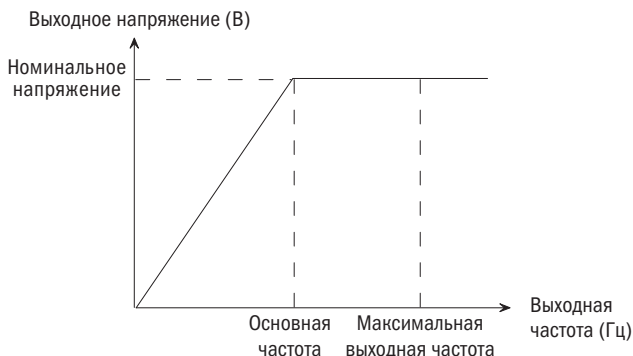

Рисунок 5-1. Соотношение между выходной частотой и выходным напряжением
- Основная частота F_{BASE} представляет собой минимальную выходную частоту, когда выходное напряжение преобразователя частоты равно номинальному напряжению U_n . Используется в качестве ориентира при управлении частотой. Как правило, номинальная частота двигателя используется в качестве значения параметра основной частоты. В общем случае величина F_{BASE} выбирается в соответствии с номинальной частотой двигателя. В особых случаях она может быть установлена в соответствии с эксплуатационными требованиями, но при этом следует соблюдать соответствие V/F-характеристике нагрузки двигателя и заводским параметрам на выходе двигателя, как показано на рис. 5-1.